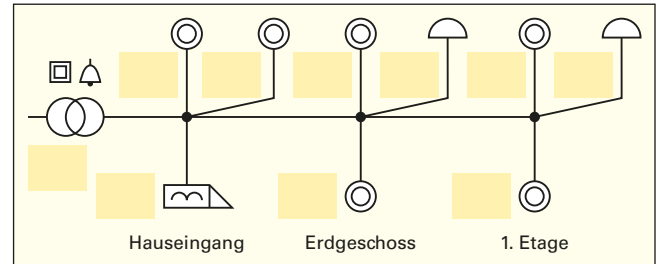

Bild 1: Übersichtsschaltplan
1. Der Übersichtsschaltplan im **Bild 1** (Kennbuchstaben der Betriebsmittel fehlen) zeigt eine Klingel- und Türöffneranlage für ein Gebäude mit zwei Wohnungen. Ergänzen Sie die **Tabelle** mit allen notwendigen Bestandteilen einer Klingel- und Türöffneranlage. Tragen Sie anschließend die entsprechenden Kennbuchstaben in **Bild 1** ein.
- a) die Kennbuchstaben im Übersichtsschaltplan (**Bild 1**) und